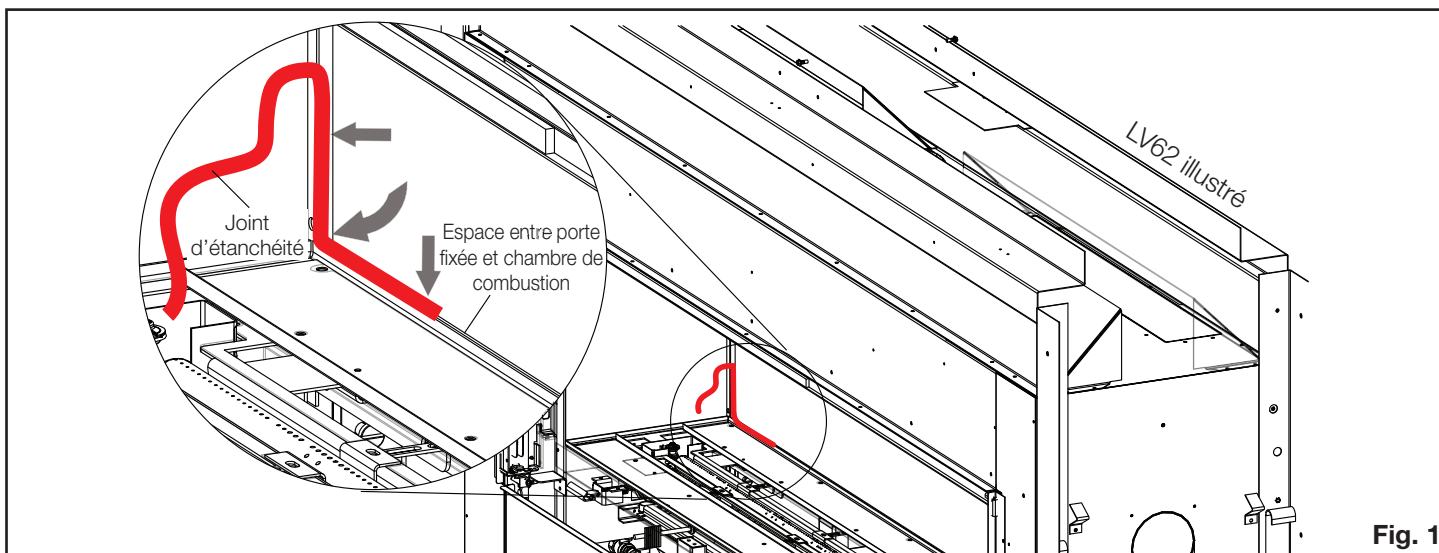

Fig. 1
2. Retirez la barrière de protection (série (C)LV) ou le GGA (série LVX) du côté d'accès.
6. À partir d'environ 6" (152mm) du côté, utilisez l'outil de compactage (fourni) afin d'insérer le joint d'étanchéité dans l'espace entre la porte fixée et la chambre de combustion (**Fig. 1**).